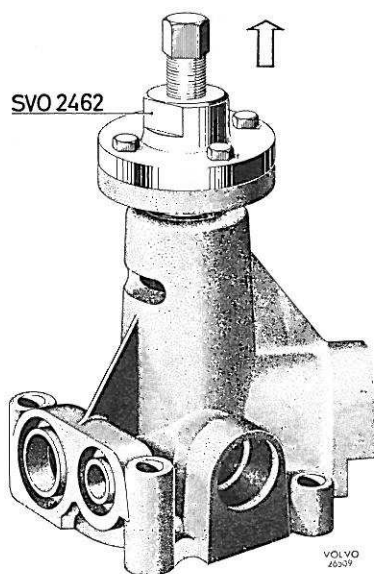

Figure 112. Dépose du moyeu
2. Adapter l'extracteur SVO 2462 sur le moyeu et le fixer à l'aide des vis pour la poulie. Extraire ensuite le moyeu, voir figure 112.